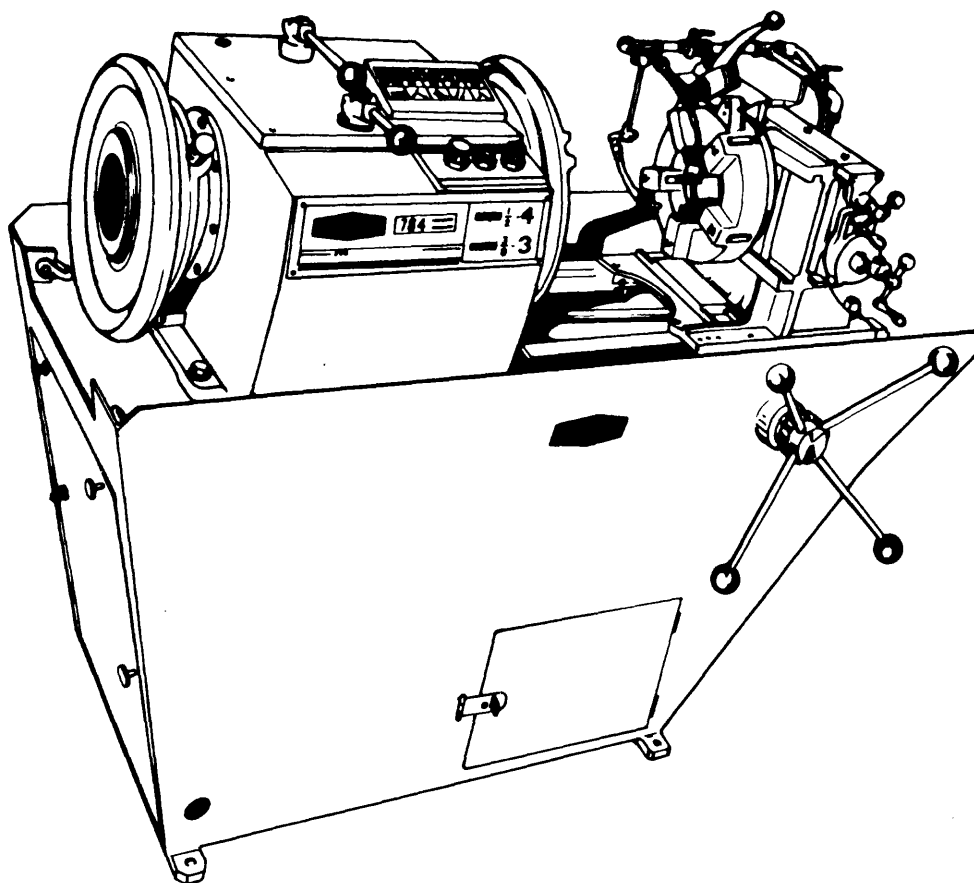

Fig. 2
*MÁQUINA DE ROSCAR Nº 784 (fig. 2)*